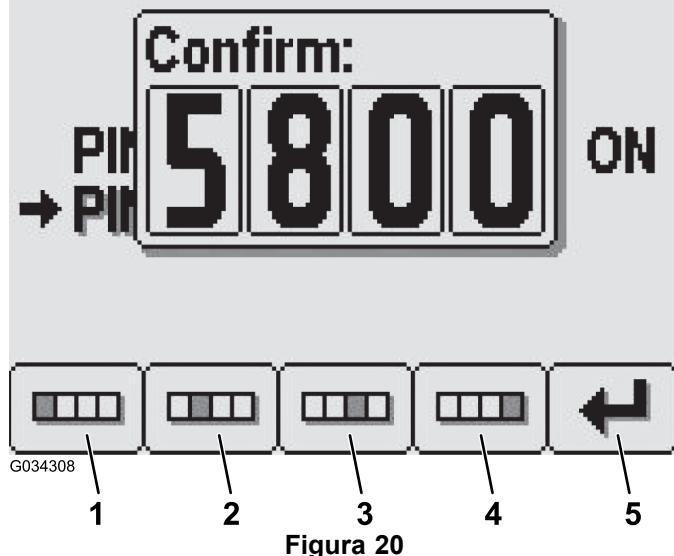

Figura 20
6. Confermate il vostro nuovo PIN utilizzando i pulsanti da 1 a 4 e premete il pulsante 5 quando completate il PIN (Figura 20).
Nota: Una volta confermate le impostazioni del PIN (Figura 20), apparirà una schermata PIN corretto per circa 5 secondi.